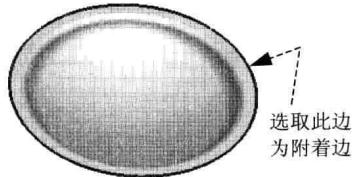
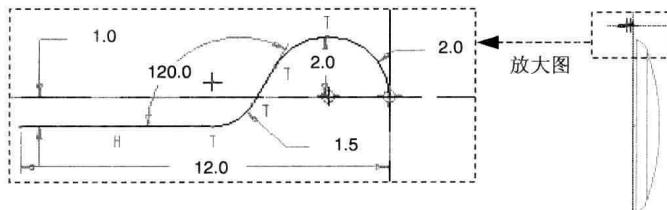

图 1.15 定义附着边
图 1.16 截面草图
(1) 选择下拉菜单 **插入(I)** → **钣金件壁(W)** → **法兰(F)...** 命令，系统弹出“法兰”操控板。
(2) 选取附着边。在系统 **选取要连接到薄壁的边或边链** 的提示下，选取图 1.15 所示的模型边缘为附着边。
(3) 选取平整壁的形状类型。在操控板的下拉列表框中选择 **用户定义**。
(4) 定义法兰附加钣金壁的轮廓。单击 **轮廓** 按钮，在弹出的界面中单击 **草绘** 按钮，在“草绘”对话框中接受默认的草绘平面和参照，并单击 **草绘** 按钮；绘制图 1.16 所示的截面草图，然后单击“草绘完成”按钮 **✓**。
(5) 在操控板中单击 **预览** 按钮，预览所创建的特征；确认无误后，单击“完成”按钮 **✓**。